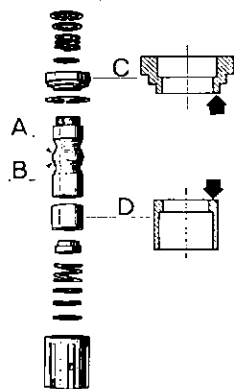

Fig. 151.
Controllare l'efficienza degli anelli di tenuta e delle fasce elastiche e sostituirli se necessario. Se si verificasse che la sterzata è dura solamente a destra o a sinistra, significa che uno dei due spigoli del distributore (Fig. 151) è parzialmente usurato.
- **Usura dello spigolo superiore del distributore (A Fig. 151).**
E' necessario asportare materiale dalla flangia (C Fig. 151) nel punto indicato dalla freccia, diminuendone lo spessore di 0,3 decimi di mm. Si aumenterà così la corsa del distributore, coprendo completamente lo spazio da cui trafileva olio.
Usura dello spigolo inferiore del distributore (B Fig. 151).
E' necessario asportare materiale dalla boccola (D Fig. 151) nel punto indicato dalla freccia, diminuendone lo spessore di 3 decimi di mm.
Se dopo aver effettuato tale modifica, la sterzata a destra o a sinistra risultasse ancora dura, è necessario sostituire quanto riportato in Fig. 151.